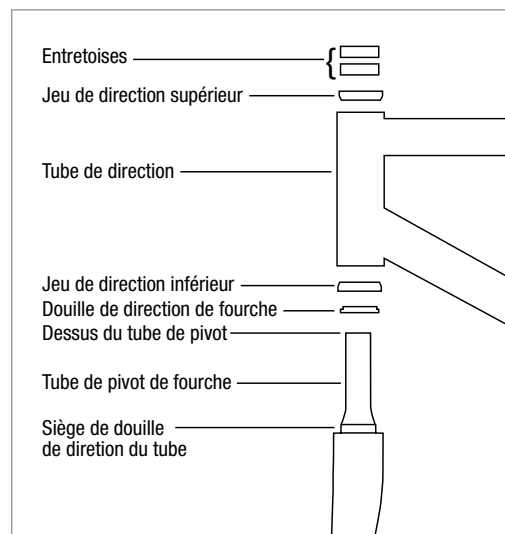

Figure 2
5. Installez l'assemblage inférieur du jeu de direction selon les instructions du fabricant et insérez la fourche dans le tube de direction. Installez le jeu de direction supérieur en suivant les instructions du fabricant (Fig. 2).